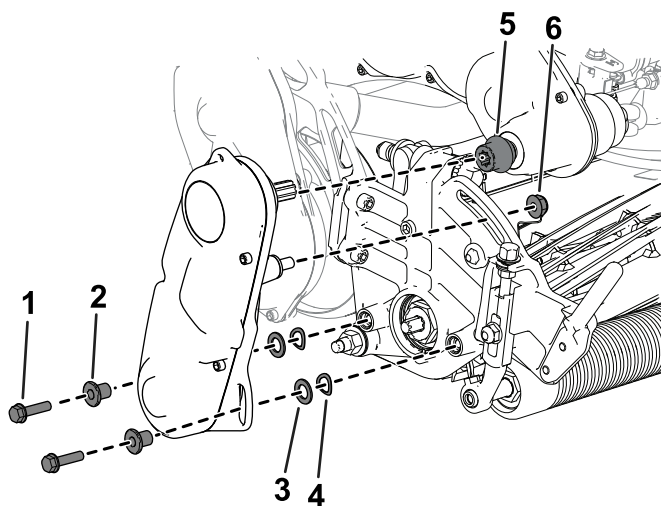

Figura 5
6. Montați elementul de cuplaj la arborele de transmisie (Figura 5).
7. Folosiți elementele îndepărtate anterior pentru a monta ansamblul de acionare a cilindrului la unitatea de tăiere (Figura 5).
8. Asigurați-vă că elementul de cuplaj (Figura 5) se poate mica ușor înainte i înapoi pe arborele de transmisie.